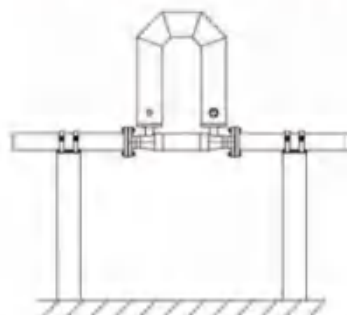

图5.4
2. 当质量流量计测量气体时, 壳体应向上安装, 如图 5.4 所示, 防止液体聚集在传感器振管内。